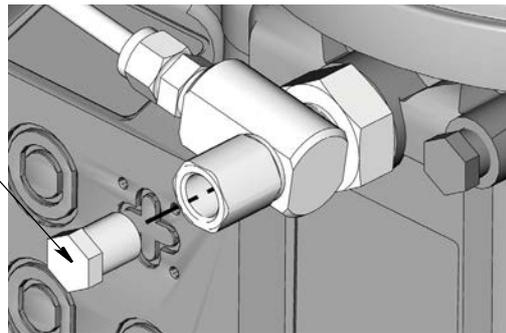

FIG. 11
- Bien serrer les écrous (3) du tube à la main, puis les visser 1 1/4 de tour en plus.
- Serrer les boulon banjo (6) à 35 pieds livres (45.7 Nm) à chaque emplacement.
- Appliquez du produit d'étanchéité sur les filetages bouchon (10). Installer les prises dans les emplacements de points inutilisés (FIG. 11)